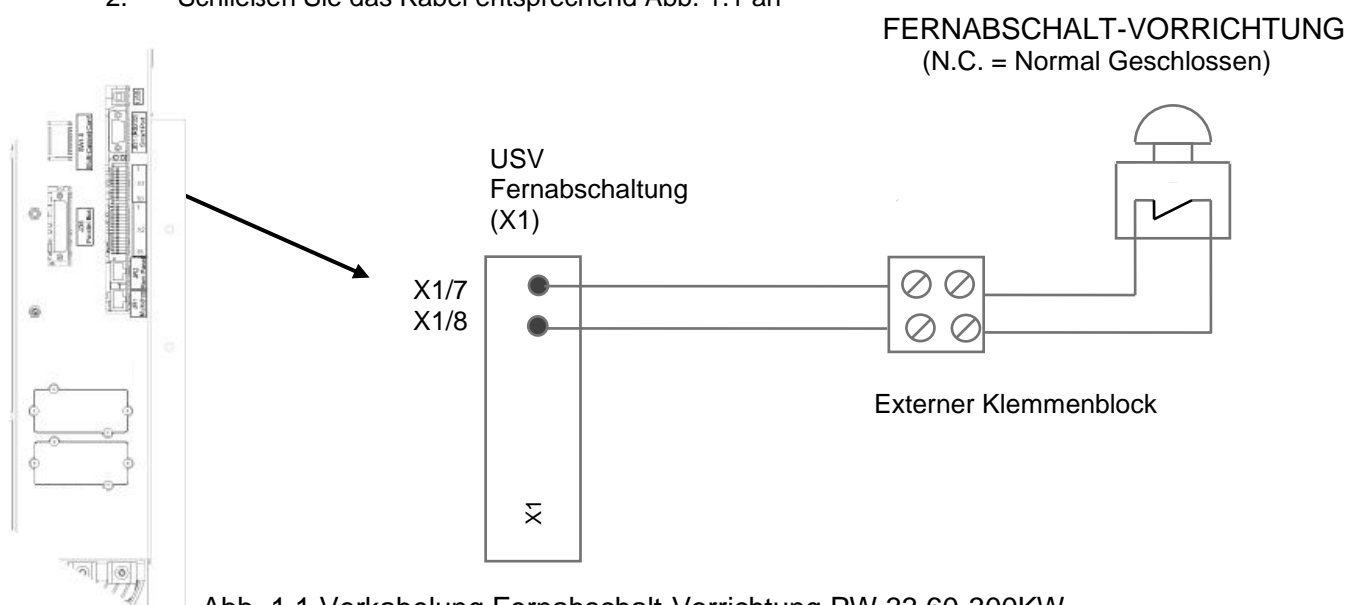

Abb. 1.1 Verkabelung Fernabschalt-Vorrichtung PW 33 60-300KW
2. Schließen Sie das Kabel entsprechend Abb. 1.1 an